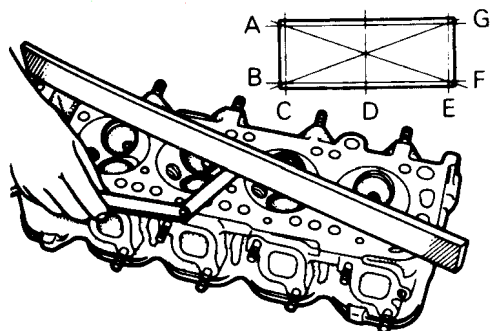

图 2-58 检查气缸盖表面的平直度
- (1) 在清洗前检查气缸盖有无漏水、漏气部位，以及有无损伤和裂纹。
- (2) 完全清除油污、锈蚀、密封胶和积炭。清洗好油道后用压缩空气吹油道使它不阻塞。
- (3) 用直尺按图 2-58 所示的 A 到 G 的方向检查气缸盖表面的平直度。气缸盖表面的平直度标准值为 0.05mm，极限值为 0.2mm。